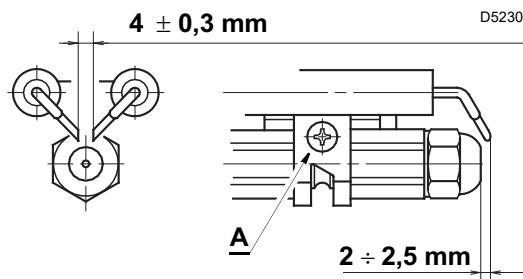

Abb. 23
Die Maße laut Abb. 23 müssen eingehalten werden.
- die Elektrodeneinheit 5) nach Lockern der Schraube (A, Abb. 23, auf Seite 35) vom Düsenhalter 4) abnehmen;